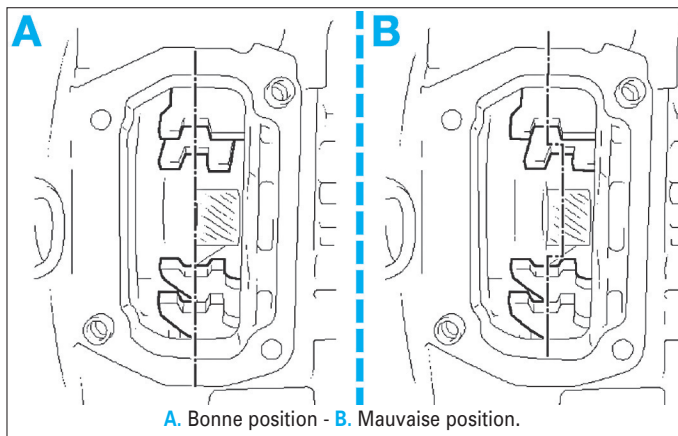

Fig. 30
- Contrôler la position de ralenti de la boîte de vitesses, le cas échéant régler les doigts de commande (Fig.30).